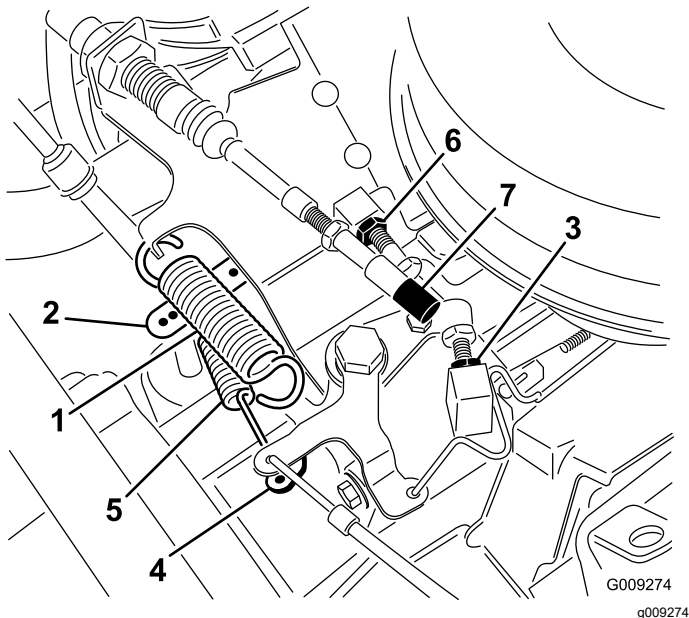

Figure 60
2. Le ressort de rappel étant installé, maintenez le bras du régulateur du moteur vers le côté utilisateur de la machine, et réglez la butée de régime de ralenti de sorte à obtenir un jeu de 0,25 à 1,25 mm (0,01 à 0,05 po) entre le diamètre extérieur du trou dans la commande d'accélérateur et l'intérieur du crochet du ressort du régulateur (Figure 60).